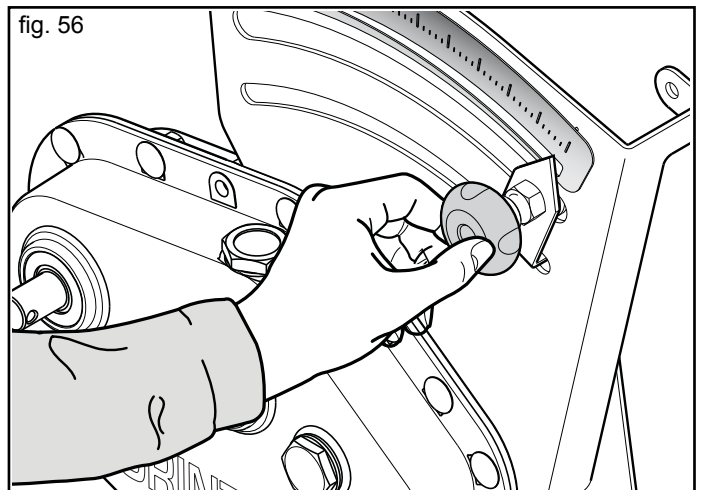

fig. 56
- 6) Loesen Sie die Feststellschraube an der Getriebeverstellung und (Abb. 56) ...